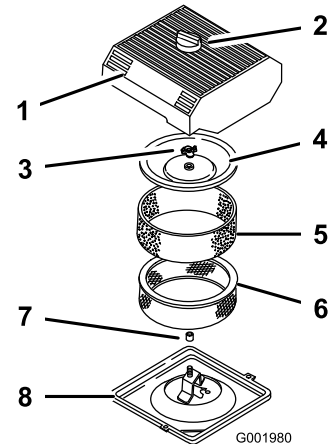

图 39
3. 清洁空气滤清器的周围防止灰尘进入发动机并导致损害 图 39。
4. 松开空气滤清器盖上的旋钮取下滤清器盖 图 39。
5. 小心将泡沫滤芯滑出纸质滤芯 图 39。
6. 卸下护罩螺母取下护罩和纸质滤芯 图 39。
- 小心将泡沫滤芯滑落到纸质空气滤清器滤芯上 图 39。
- 安装护罩螺母用手指拧紧护罩 图 39。
- 安装空气滤清器盖和旋钮 图 39。